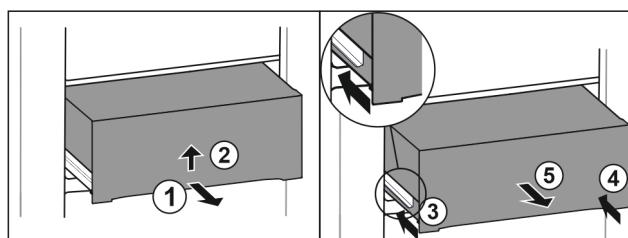

Fig. 50
- Vytiahnite zásuvku do polovice. Fig. 50 (1)
- Nadvihnite zásuvku na spodnej strane. Fig. 50 (2)
- Zasuňte ľavú koľajničku. Fig. 50 (3)
- Zasuňte pravú koľajničku. Fig. 50 (4)
- Odoberete zásuvku dopredu. Fig. 50 (5)